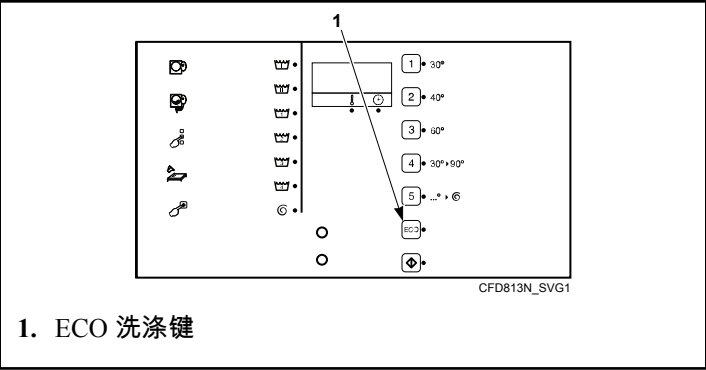

图 6
6. 必要时，请降低周期水位。按下 ECO 洗涤键。参见图 6。ECO 洗涤键附近的 LED 灯将发光。